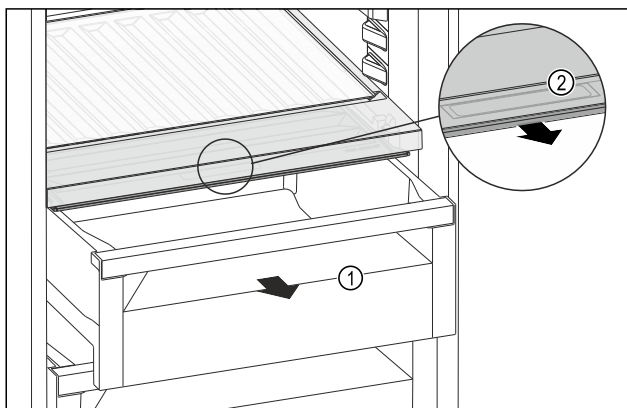

Fig. 262
- ▶ Izvucite ladicu Fig. 262 (1).
- ▶ Primite ručku Fig. 262 (2) na poklopcu pretinca i istodobno povucite poklopac pretinca prema naprijed.